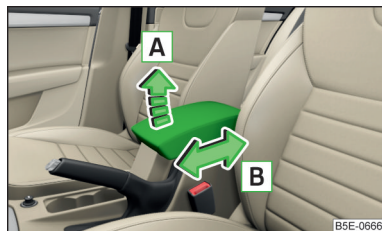

Fig. 83
- ▶ Para el **ajuste de altura**, elevar el apoyabrazos en el sentido de la flecha **A** en una de las posiciones de retención » fig. 83.